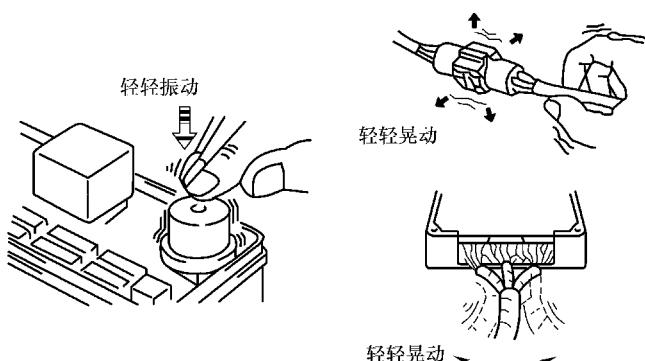

图 5-76 轻轻振动可能引起故障的零部件
(1) 振动法 用手指轻轻振动可能引起故障的零部件，在垂直和水平方向轻轻晃动插接器或线束，检查是否发生故障，如图 5-76 所示。